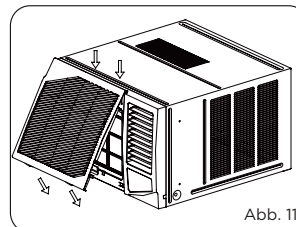

Abb. 11
2. Hängen Sie die Frontplatte an die Schnalle des Rahmens und drücken Sie dann die Frontplatte in den Schlitz des Rahmens, bis Sie ein Klicken hören (siehe Abb. 11).